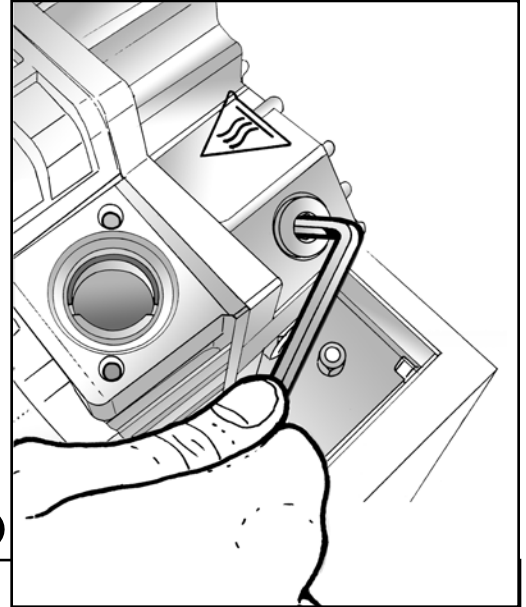

Fig. 13
- 7) Desenroscar con una llave hexagonal el tapón de carga del aceite en la parte superior de la bomba (Fig. 13).